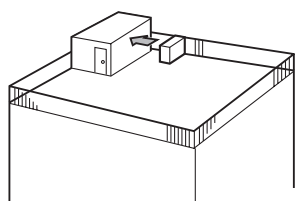

Fig. 2-4
- (1) Anbring udblæsningen, så den vender imod den nærmeste væg og ca. 50 cm fra den. (Fig. 2-4)